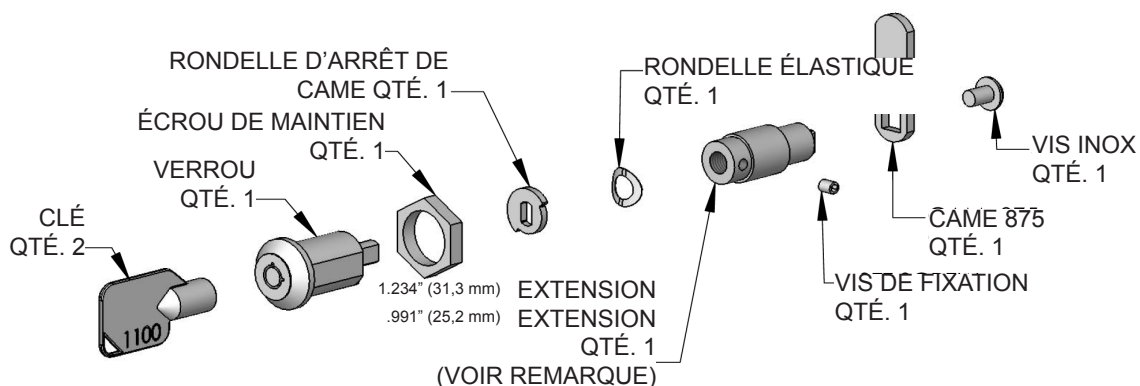

Figure 30
Deux (2) extensions de verrouillage sont fournies avec le verrou. Utilisez l'extension la plus longue pour un panneau de revêtement d'épaisseur $\frac{3}{4}$ " et la plus courte pour un panneau d'épaisseur $\frac{5}{8}$ ". Assemblez l'extension de verrouillage, une rondelle d'arrêt de came, une rondelle élastique et une vis de fixation sur le verrou comme montré aux Figures 30 et 31.